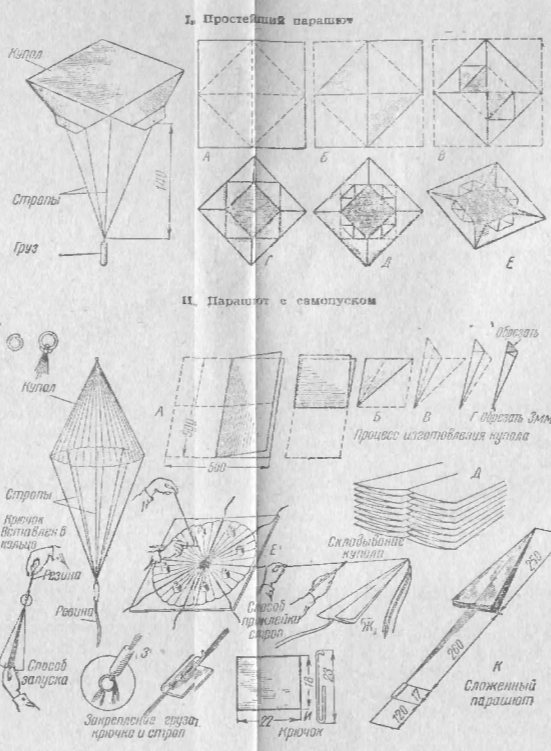

Рис. 9
**Плакаты № 3. Модели парашюта (рис. 9).**